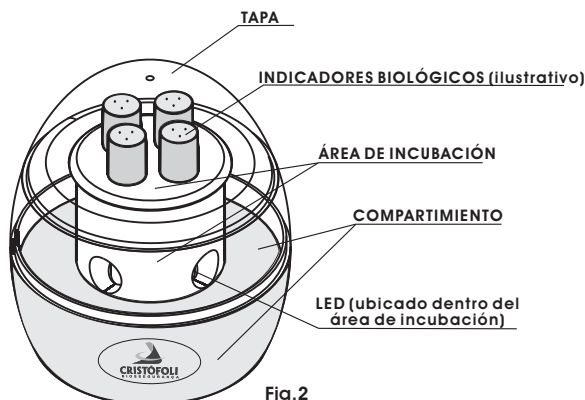

Fig. 2
- 1► **TAPA DEL ÁREA DE INCUBACIÓN** - Cierra el área de incubación durante el funcionamiento, ayuda a mantener la temperatura estable y protege al operador de quemaduras accidentales (fig. 2).
- **COMPARTIMIENTO** - Cuerpo principal hecho de plástico ABS inyectado de color blanco en la parte inferior y transparente en el área superior (fig. 2).
- **TAPA** - Tiene como finalidad cerrar el área de incubación durante el funcionamiento y mantener la temperatura estable (fig. 2).
- **ÁREA DE INCUBACIÓN** - Fijada al equipo, es donde los indicadores son insertados para la incubación. Posee capacidad para cuatro indicadores biológicos (fig. 2).
- **LED** - Indica cuando la Mini-Incubadora está conectada y sirve también para la iluminación del área de incubación, posibilitando la visualización del resultado (fig. 2).